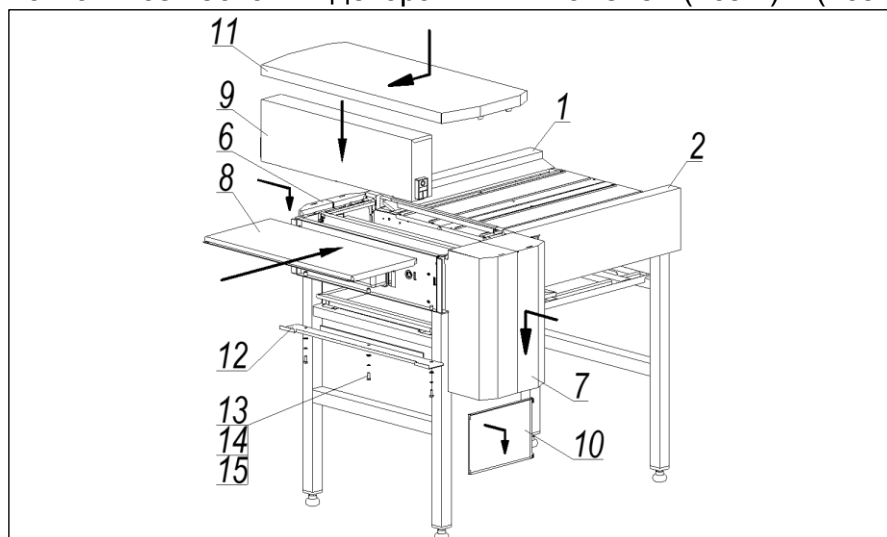

Рис.6
4. Произвести монтаж всех боковых декоративных панелей (поз.1) и (поз.2) **рис.6, 7, 8.**
- **Рис.6.** Кожух (поз.6), кожух привода (поз.7), подставка (поз.8), облицовка передняя (поз.9), крышка внутренняя (поз.10), столик (поз.11). Фиксировать облицовку переднюю при помощи прижима (поз.12) и крепежа М6 (болт М6х14 (поз.13), шайба Ø6 (поз.14), шайба пружинная Ø6 (поз.15).